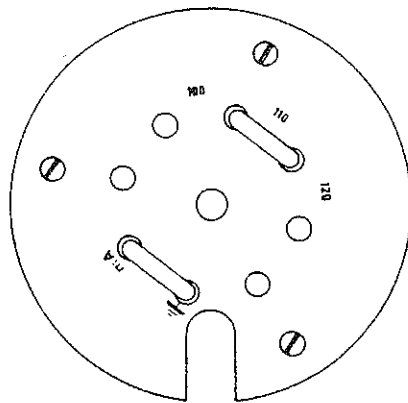

Fig. 4.3
- 11) Remove the "MA STRAP JUMPER" (fig. 4.3)